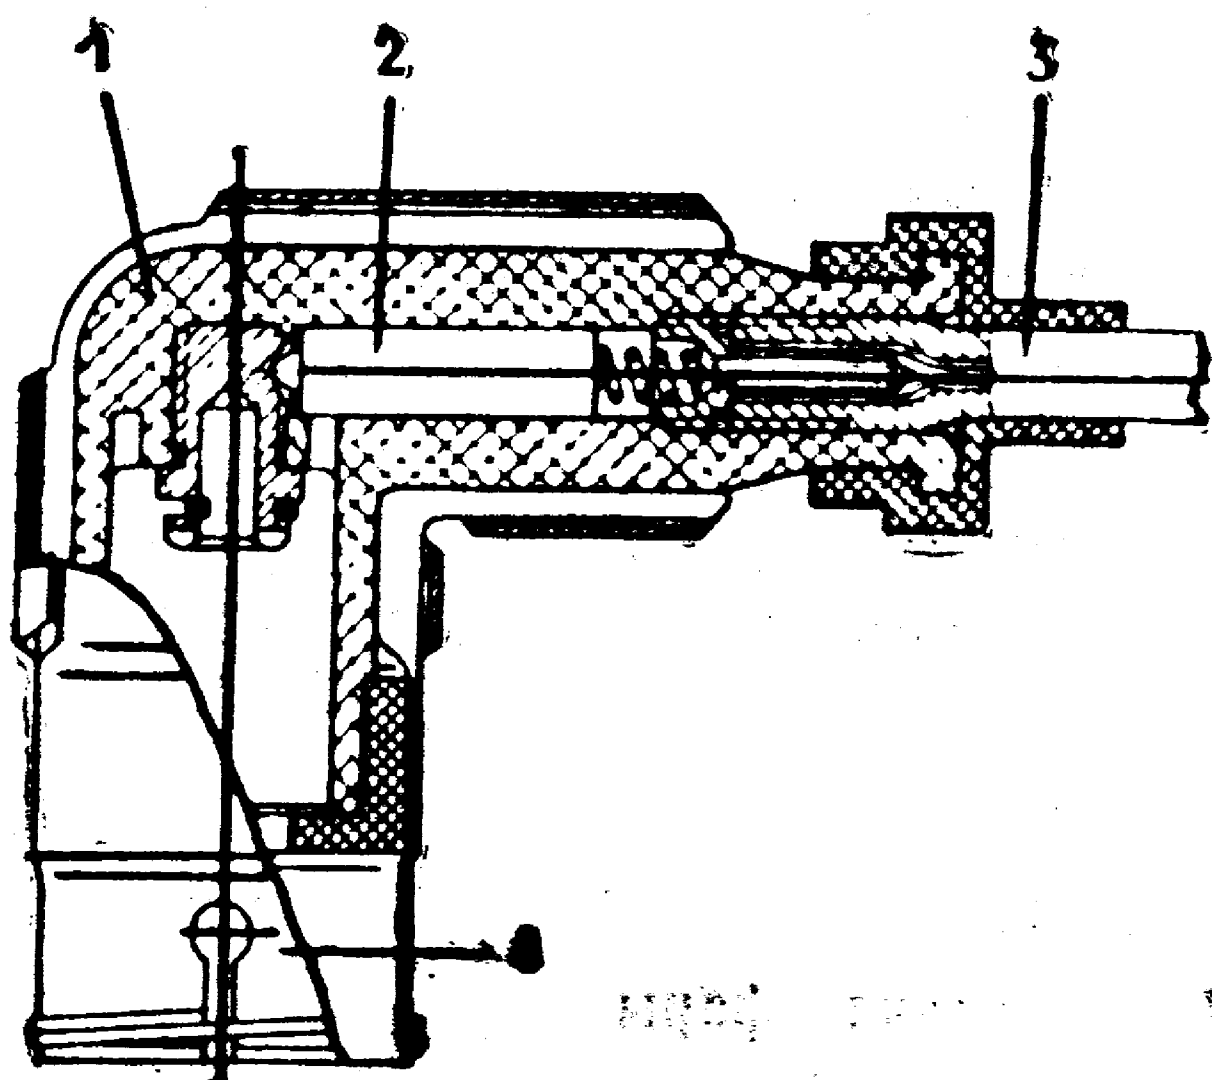

Рис. 33. Наконечник
5.4.9. Наконечник свечной (рис. 33) соединяет свечу зажигания с высоковольтным проводом катушки зажигания и обеспечивает снижение радиопомех до допустимых норм. В процессе эксплуатации рекомендуется периодически проверять надежность крепления проводов в наконечнике и в катушке зажигания, продувать наконечник с целью удаления пыли между экраном и корпусом, протирать наконечник внутри. Провод должен быть ввернут в наконечник до упора.